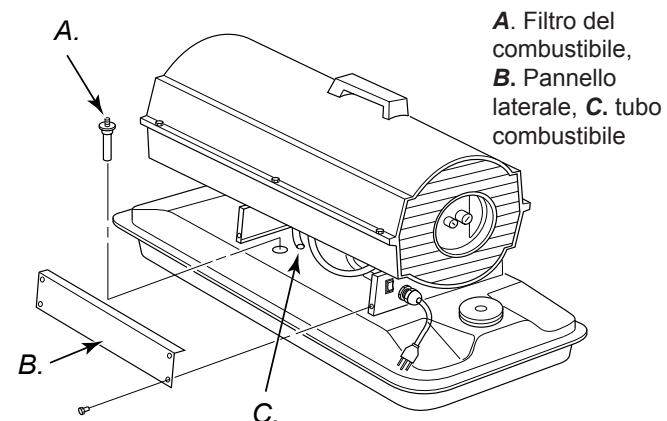

Abbildung 9 – Entfernen des Kraftstofffilters 10 kW, 18,5 kW und 20 kW Modelle.
3. Die vier Schrauben der Seitenabdeckung mit einem CH8 Zoll Steckschlüssel und dann die Seitenabdeckung entfernen (siehe Abb. 9 oder 10).
12. Die Seitenabdeckung montieren (siehe Abb. 9 oder 10).